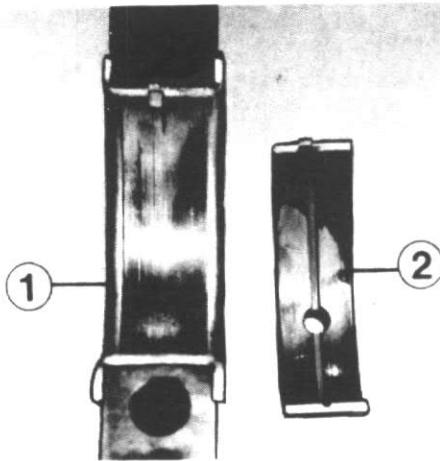
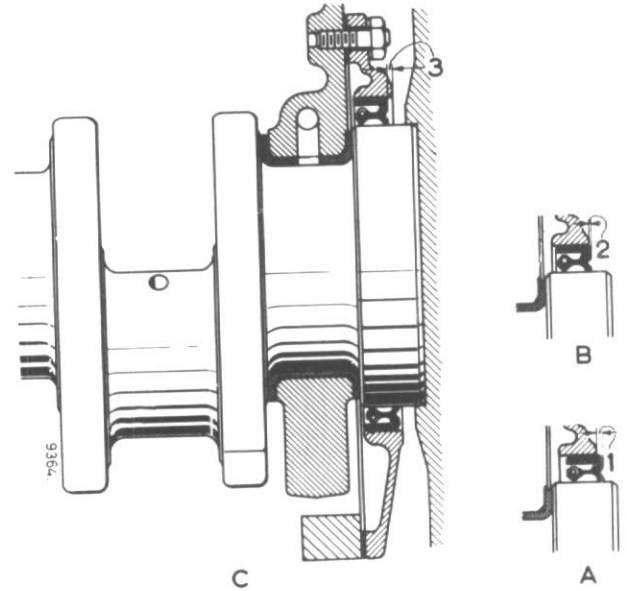
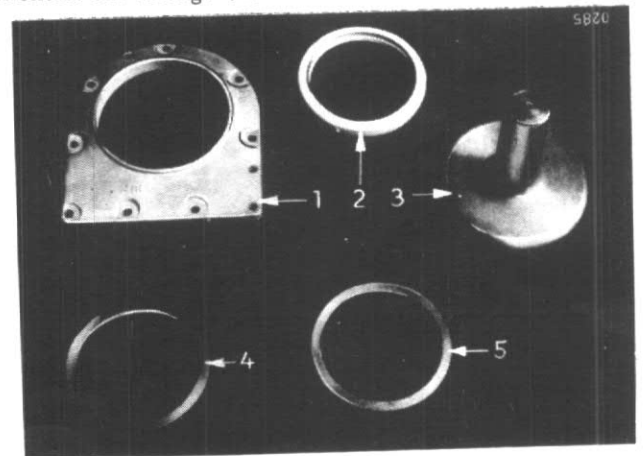
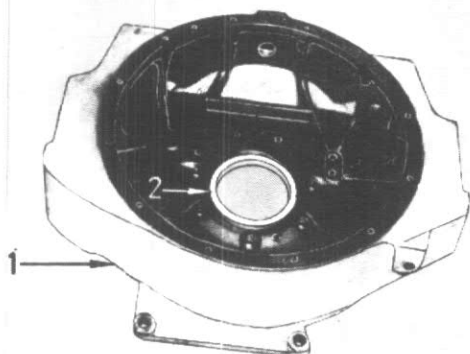

Figure 95
Figure 96
Figure 97
Figure 98
NOTE: Les joints d'huile peuvent être montés comme le représentent les figures 96 ou 99, tout dépend de l'utilisation.
L'outil spécial pour la mise en place correcte est montré sur la fig. 97.
Si la face d'étanchéité (1) fig. 97 n'est pas endommagée, utilisez l'outil spécial (3) fig. 95 pour installer le joint d'étanchéité. Pour déporter le joint d'étanchéité comme indiqué sur la coupe "B", fig. 96, placez l'entretoise la plus mince (4) fig. 97 sur l'outil et enfoncez le joint en appuyant. Pour déporter le joint comme indiqué sur la coupe "C", mettez l'entretoise la plus épaisse (5) sur l'outil (3) et enfoncez le joint d'étanchéité.
Les outils de montage et les phases de déport du joint d'huile (2) fig. 98 sont identiques à ceux du joint représenté sur la fig. 96.